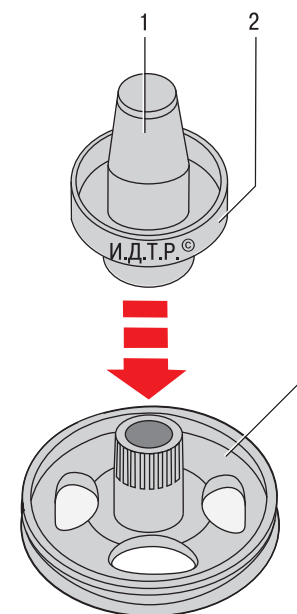

Рис. 5.20. Установка сальника на шкив коленчатого вала двигателя Duratec объемом 1,3 л: 1 – установочная втулка; 2 – сальник; 3 – ступица шкива
5. Установите установочную втулку 1 (рис. 5.20) нового сальника на ступицу 3 шкива, после чего заправьте сальник 2 на ступицу и снимите втулку 1.